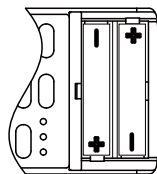

Figura 2.7
3. Retire a bateria usada e instale duas baterias AAA novas com a polaridade correspondente à indicada (consulte a Figura 2.7). Feche a tampa da bateria.